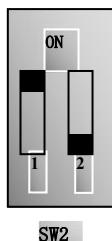

图 5-10
- (5) 对于 E2000 690V 中压系列变频器控制端子排附近有一个两位黑色拨码开关 SW2，如图 5-10 所示。SW2 拨码开关同时拨至上侧“ON”档，此时通过 PE 连接线实现控制板“CM”“GND”与